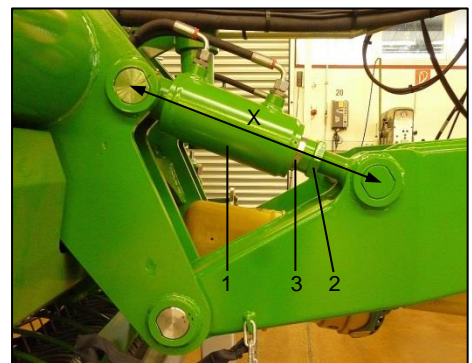

Bild 16: Deichsel Zylinder
- Die Deichsel Zylinder (Bild 16 / Pos.1) ganz einfahren.
- Die Kontermuttern (Bild 16 / Pos.2) lösen.
- Durch abwechselndes Verdrehen der linken und rechten Kolbenstange (Bild 16 / Pos.3) die Deichsel stufenlos einstellen.
- Ist das Einstellmaß des Pick-Up Zylinders erreicht, werden die Kontermuttern (Bild 16 / Pos.2) wieder festgezogen.